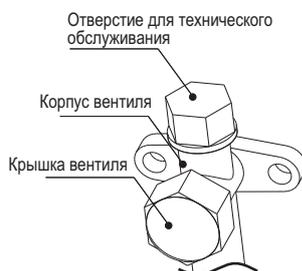

Рисунок 6-2
- После завершения монтажа и перед тестовым запуском откройте вентили. Каждый наружный блок оснащен двумя вентилями различного размера (Рисунок 6-2). Один из этих вентилях — это вентиль газа, а второй — вентиль жидкости.